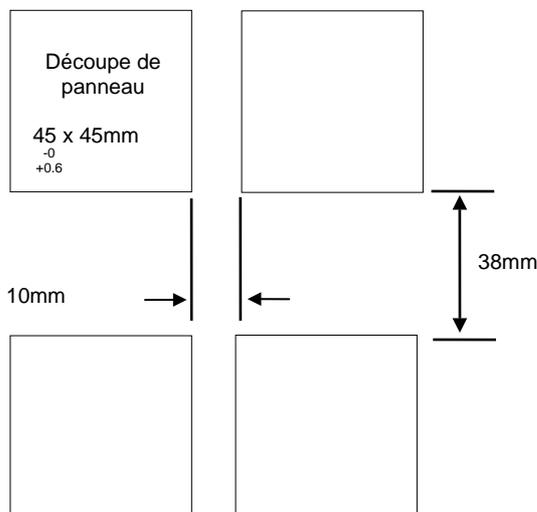

Figure 1-3 Découpe de panneau et espacement minimum
La partie électronique du régulateur s'insère dans un manchon en plastique rigide qui est lui-même monté en panneau. La découpe au format DIN est représentée sur la figure 1-3.
1. Préparer la découpe du panneau de commande à la taille indiquée sur la figure 1-3.